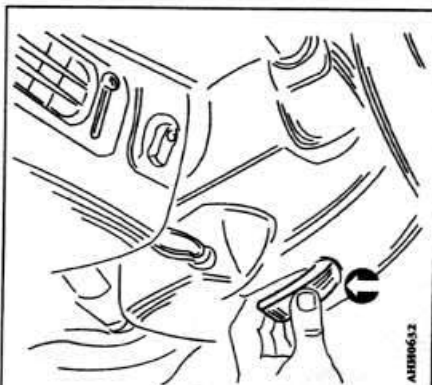

Рис. 8. Отпирание замка капота
**Открытие капота.** Чтобы открыть капот, необходимо потянуть за рукоятку привода замка капота, расположенную на рулевой колонке снизу (рис. 8).